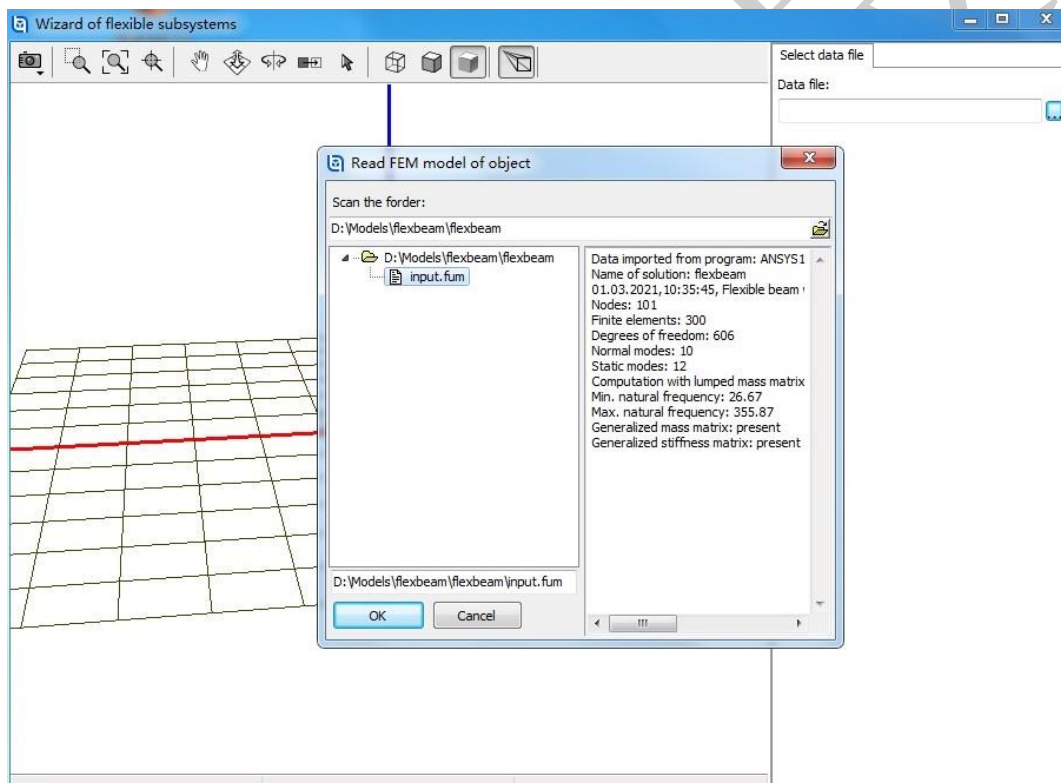

图 1.4
3. 点击按钮 ，选择 **.flexbeam\flexbeam** 文件夹里的文件 **input.fum**，点击 **OK**，如图 1.4 所示。